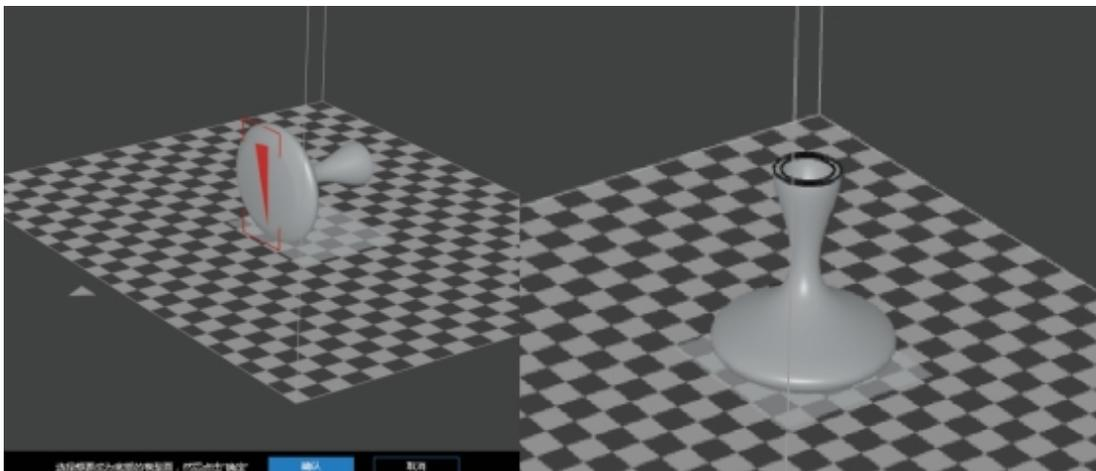

图7-1-20 模型摆放
⑤选择花瓶底面→“确定”，完成模型的摆放，如图7-1-20所示。